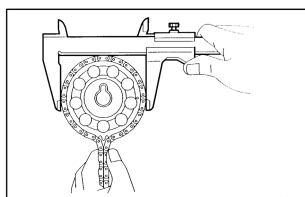

Рисунок II-95
2) Замерьте штангенциркулем диаметр звездочки с одетой на нее цепью (см. Рисунок II-95).